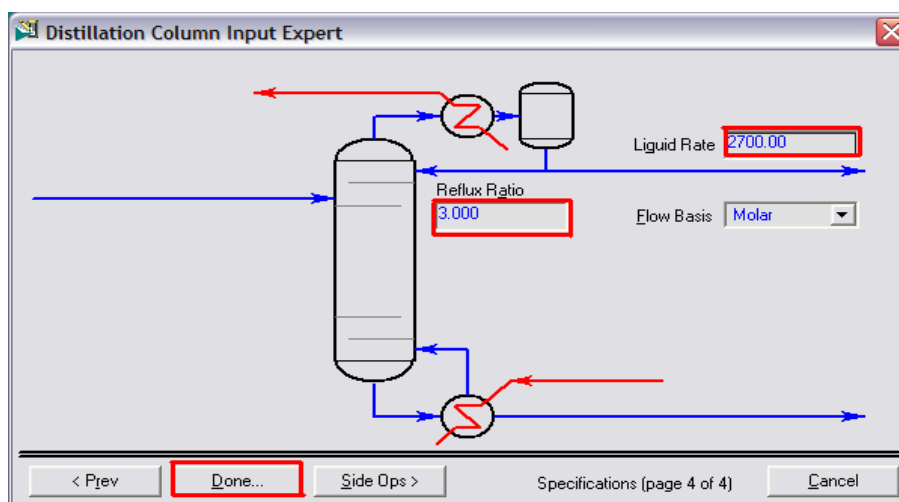

Fig.VII.5
- La dernière étape pour configurer entièrement la colonne est de préciser le taux de reflux (**reflux ratio**) et le débit de distillat (**distillate flow**). Un taux de reflux de 3 et un débit de distillat de 2700 kgmol/h ont été spécifiés → Fig. VII.5. Cliquez sur **Done** pour terminer la connexion et les caractéristiques de la colonne de distillation,